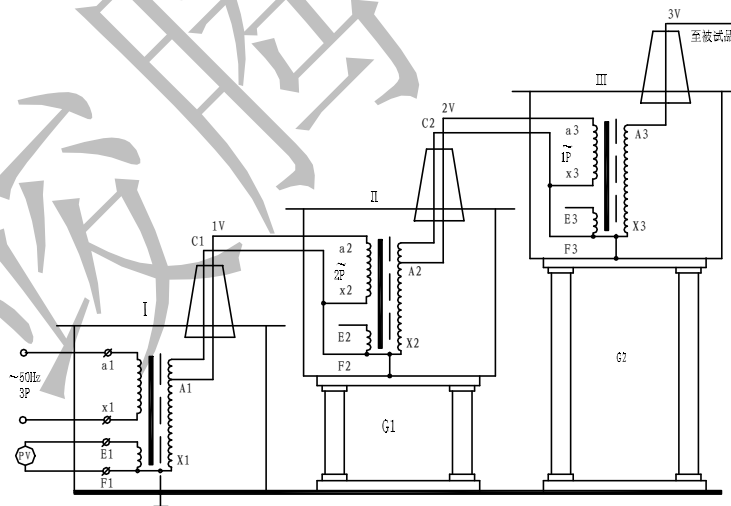

图 5 三台试验变压器串联接线原理图
3、三台试验变压器串联获得更高电压的接线原理见图 5。串联高压试验变压器有很大的优越性，因为整个试验装置由几台单台试验变压器组成，单台试验变压器容量小、电压低、重量轻，便于运输和安装。它既然可串接成高出几倍的单台试验变压器输出电压组合使用，又可分开成几套单台试验变压器单独使用。整套装置投资小，经济实惠。图 5 中，在第一级和第二级的每个单元试验变压器中都有一个励磁绕组 A_1 、 C_1 和 A_2 、 C_2 。在串联试验变压器基本原理图中，低压电源加在试验变压器 I 的初级绕组 a_1x_1 上，单台试验变压 I、II、III 的输出电压都是 V 。励磁绕组 A_1 、 C_1 给第二级试验变压器 II 的初级绕组供电；第二级试验变压器 II 的励磁绕组 A_2 、 C_2 给第三级试验变压器 III 的初级绕组供电。第二级试验变压器 II 和第三级试验变压器 III 的箱体分别处在对地为 $1V$ 和 $2V$ 的高电位上，所以箱体对地是绝缘的，试验变压器 I 的箱体是接地的。这样第一级、第二级、第三试验变压器对地的额定输出电压分别为 $1V$ 、 $2V$ 、 $3V$ ；其额定容量分别为 $3P$ 、 $2P$ 、 $1P$ 。